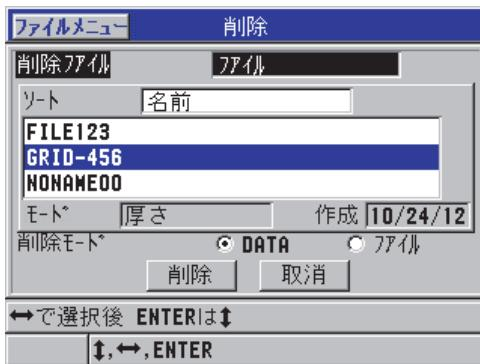

図 6-31 ファイルの削除
2. 削除画面で、以下の操作を行います（115 ページの図 6-31 を参照）。